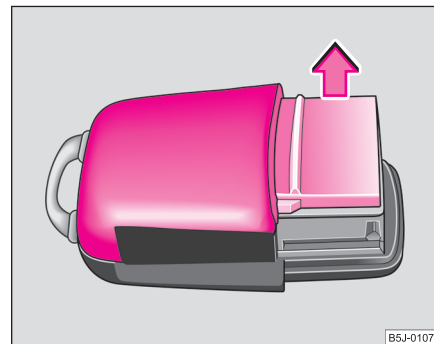

Fig. 20 Capacul carcasei emițătorului
- Scoateți capacul carcasei emițătorului ⇒ pagina 41, fig. 20 în sensul săgeții.